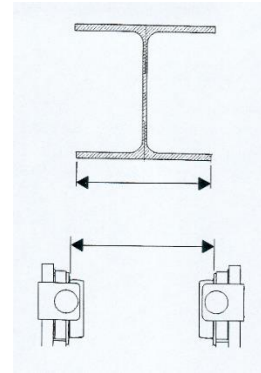

Abb. 18
5. Die Breite des Trägerflanschs überprüfen; sie muss der für die Räder der Laufkatze vorgesehenen Breite entsprechen (Abb. 18).